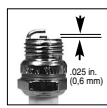

Fig. 8
1. Tændrørs-elektrodeafstand = .025" (0,6 mm) (fig. 8).